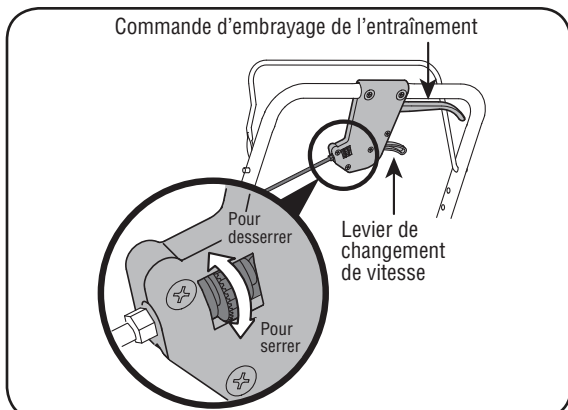

Figure 8
8. Servez-vous de la petite roue de réglage située sur le dessous du boîtier de la commande de l'embrayage pour serrer la courroie d'entraînement si la tondeuse n'avance pas quand la commande d'embrayage est enclenchée, ou si la courroie patine (si la tondeuse hésite alors que le moteur tourne au même régime). Voir la Figure 8.